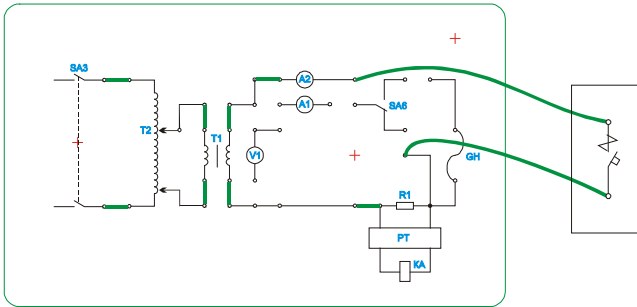

Рис.1.
1. Для исследования свойств автоматического выключателя А63-М необходимо собрать схему рис. .1.